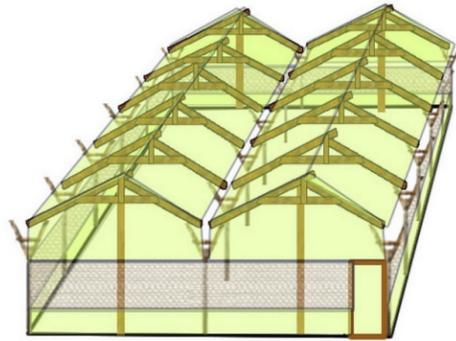

Figura 16
1.6.15 Colocación de nylon en el techo del invernadero: Cortar el nylon de acuerdo a las medidas necesarias. Cortar el nylon por cada media agua de techo (únicamente se necesitan cuatro piezas). Cortar un poco más de la medida necesaria (unos 10 cm más) debido al nylon que va doblado y engrapado en el alambre galvanizado. Ver figura 16.